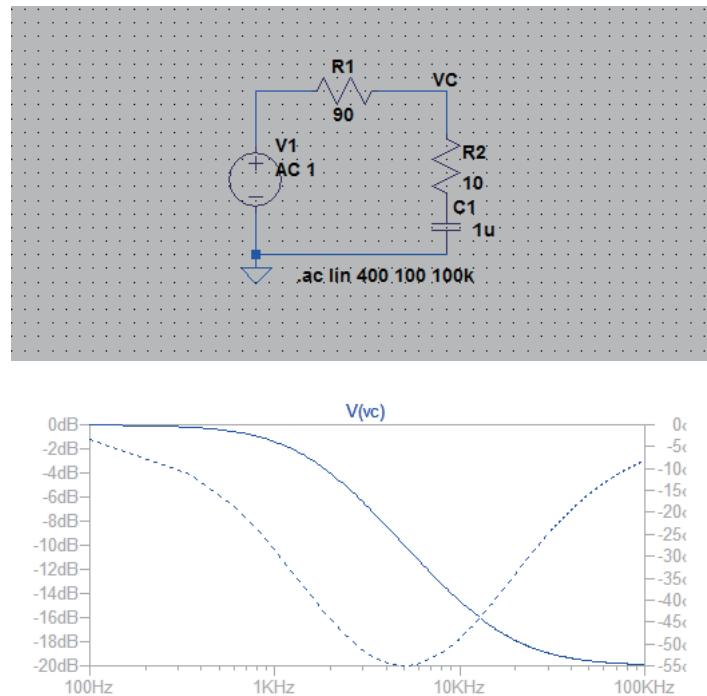

図 5.3: 零点をもつボード線図の計算例
3. 零点を含む例についてもLTspiceで伝達関数を計算(図5.3参照)。